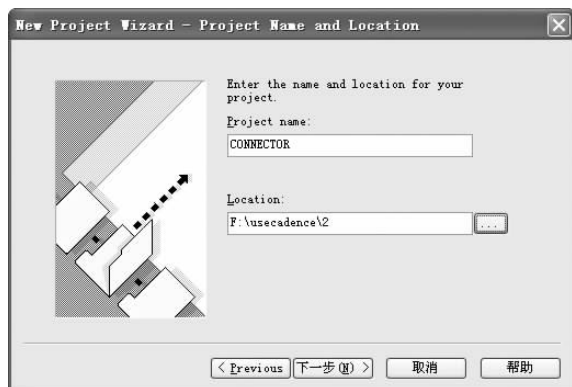

图 2-105 文件设置对话框
3. 单击 **下一步(N) >** 按钮，弹出如图 2-105 所示的文件设置对话框，在该对话框中输入库文件名称，单击 **...** 按钮，在弹出的对话框中选择文件路径。